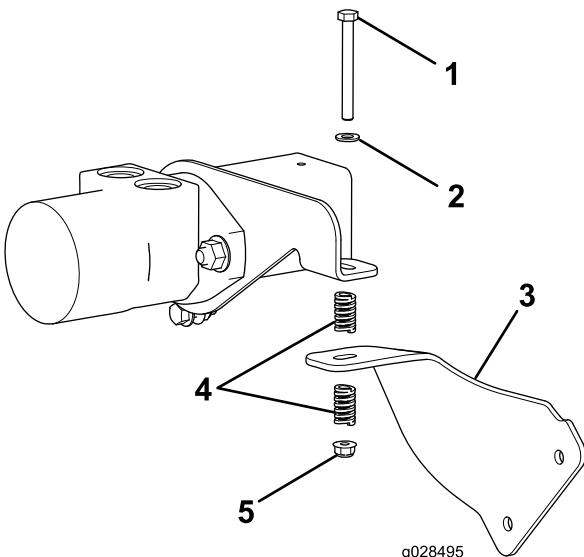

Bild 2
3. Befestigen Sie die Drehsperrhalterung mit einer Bundbolzen (5/16" x 3"), einer Flachscheibe, zwei Druckfedern und einer Bundmutter (5/16") an der Motorhalterung, wie in Bild 2 abgebildet.